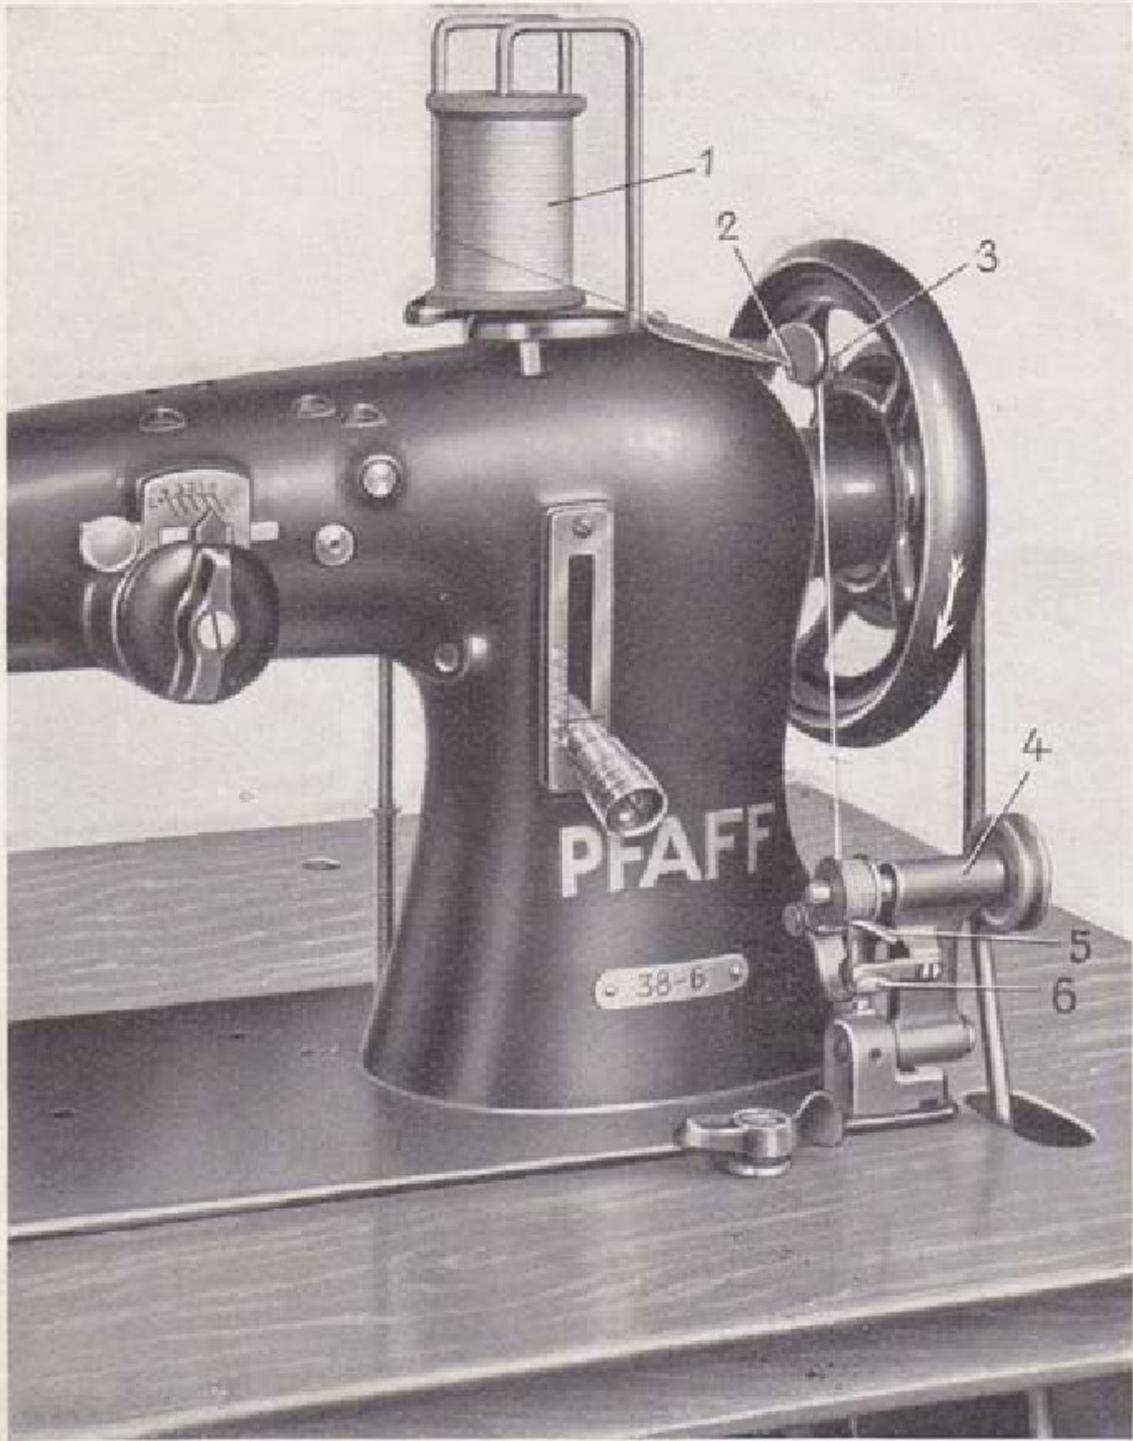

Abb. 6
6. Das Schwungrad muß immer in der Pfeilrichtung (Abb. 6) herumlaufen.
ist aus Abb. 6 ersichtlich.